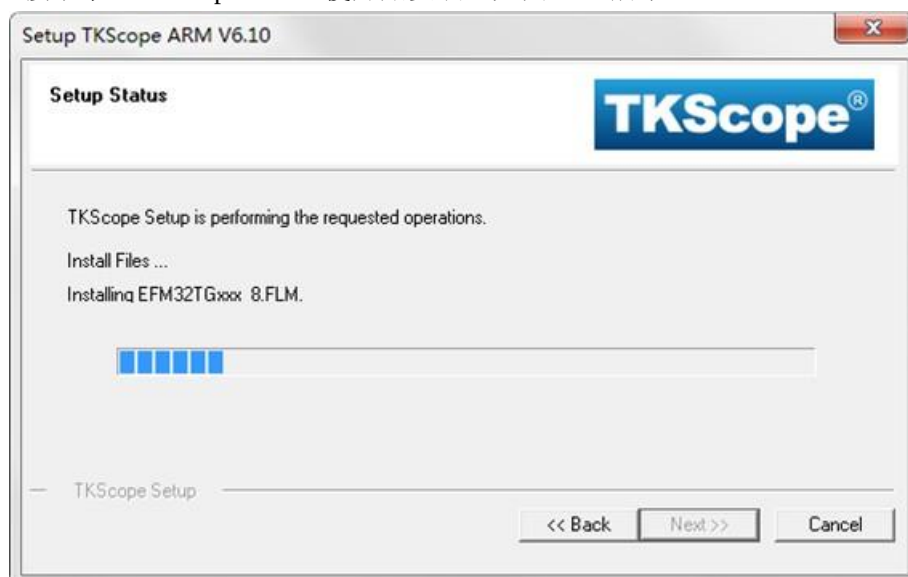

图 2.39 TKScope ARM 安装进行中
(6) 接下来, TKScope ARM 便开始安装, 如图 2.39 所示。